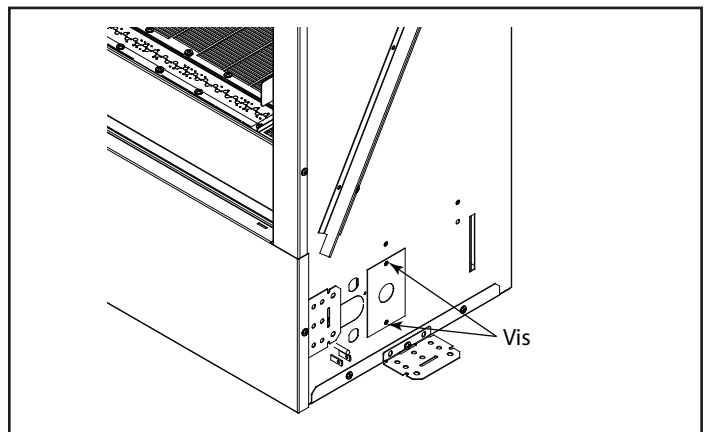

Figure 5.1. Retrait du panneau d'accès
- Retirez (2) vis fixant le panneau d'accès à la boîte de jonction. Voir la figure 5.1.